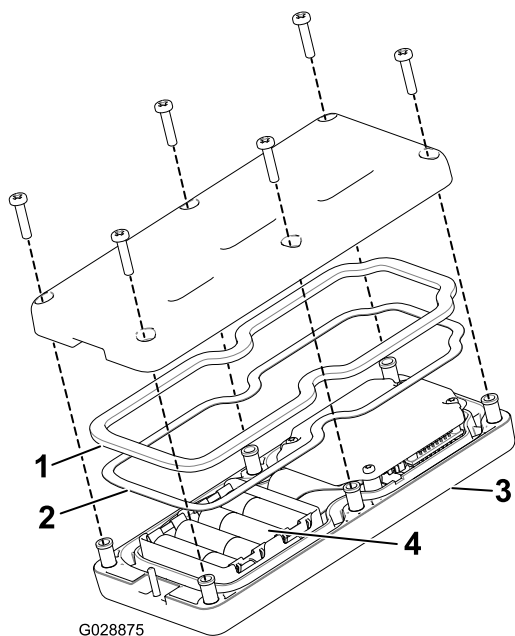

Figura 18
- Inserite le batterie nel portabatteria rispettando la polarità. (Se le batterie sono inserite in modo scorretto, il dispositivo non riporta danni, ma non funziona.) Nel portabatteria sono marcati in rilievo i simboli della polarità di ogni terminazione (Figura 18).
- Assicuratevi che la guarnizione in acciaio e la tenuta di gomma siano in sede nel canale del telecomando e riposizionate il coperchio posteriore (Figura 18).
- Fissate il coperchio con 6 viti (Figura 18) e serratele a una coppia di 1,5-1,7 N m.